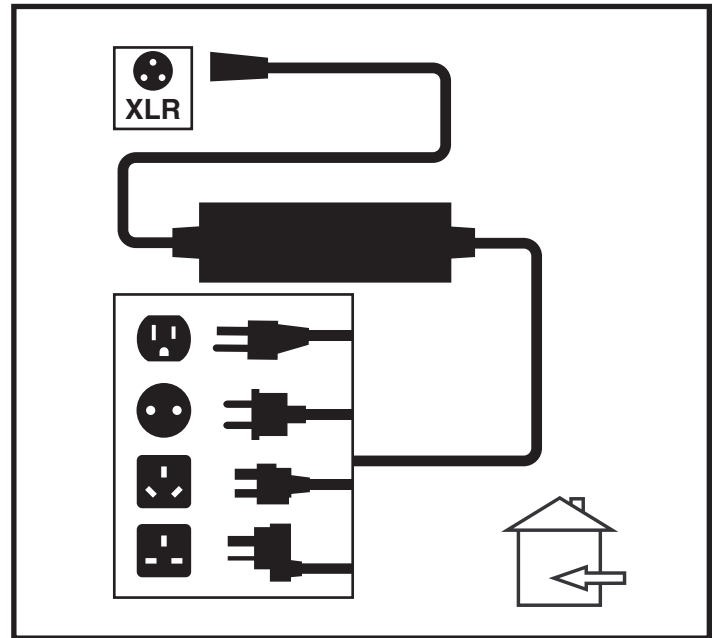

Figure 15. Recharge des batteries
3. Branchez le connecteur à 3-fiches du câble du chargeur externe dans le réceptacle de programmation/chargeur sur le contrôleur. Voir la figure 15.